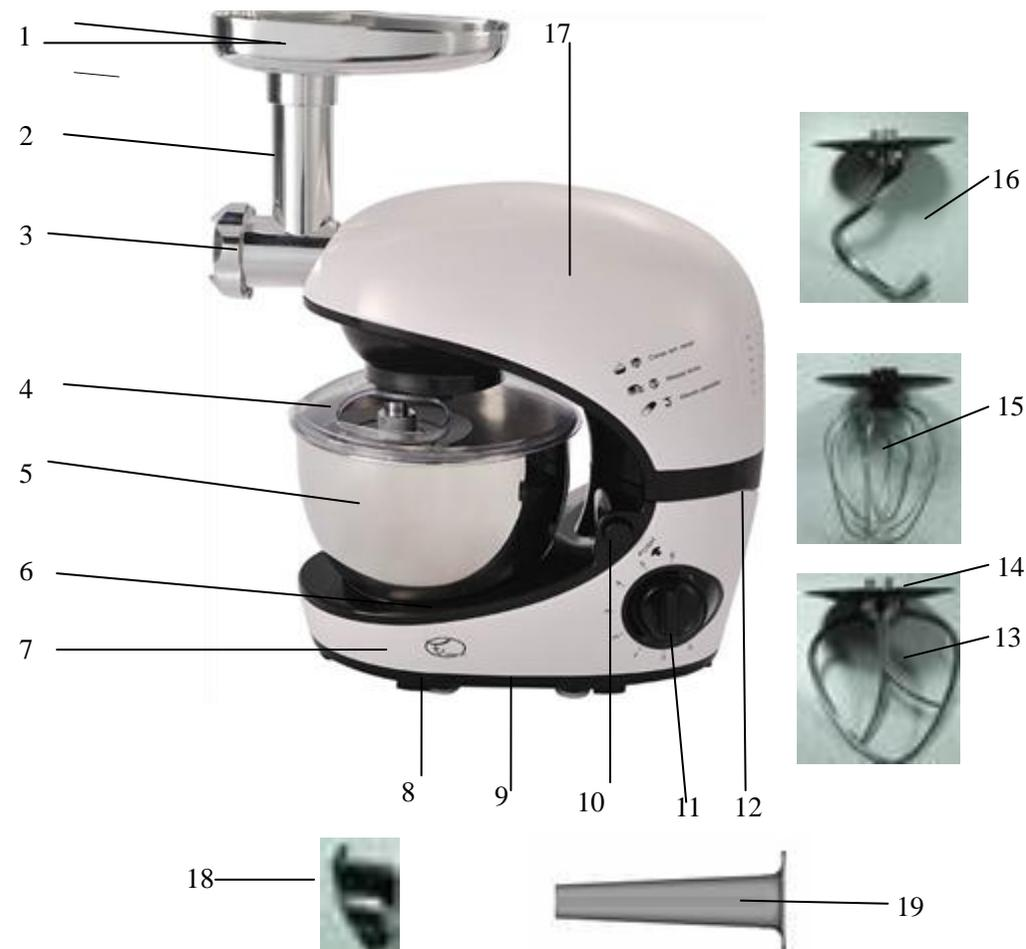

Abb.1 Übersicht der Bedienelemente
3. Stellen Sie sicher, dass die Spannungsversorgung auf dem Typenschild der Netzversorgung entspricht. Das Typenschild ist auf der Unterseite des Motorblocks zu finden. Bevor Sie die Multi-Küchenmaschine an das 220V-Netz anschließen, stellen Sie sicher, dass das Gerät ausgeschaltet ist. (Abb.1 Knopf 10 und 11 in der Einstellung "0").